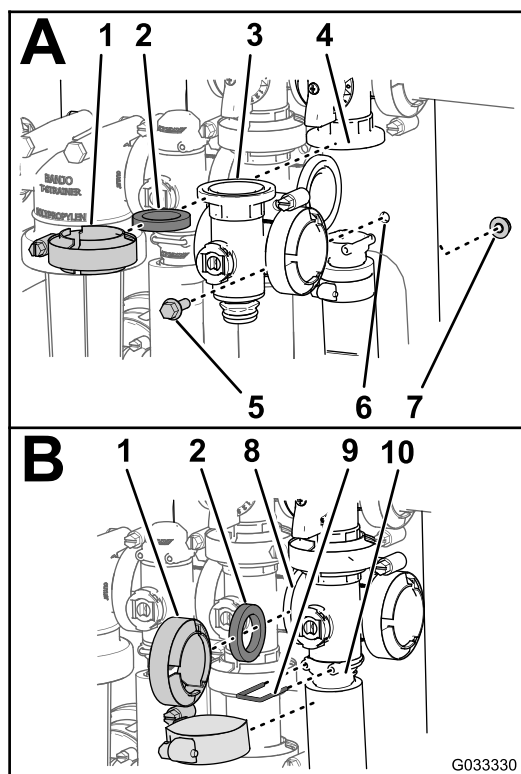

Рисунок 77
- Совместите фланец коллектора главного клапана секций, 1 прокладку и фланец главного клапана перепуска секций (Рисунок 77А).
- Смонтируйте коллектор главного клапана секций, прокладку и главный клапан перепуска секций с помощью хомута, затянув его от руки (Рисунок 77А).
- Совместите фланец коллектора главного клапана секций, прокладку и коллектор клапана перемешивания (Рисунок 77В).
- Смонтируйте коллектор главного клапана секций, прокладку и коллектор клапана перемешивания с помощью хомута, затянув его от руки (Рисунок 77В).
- Совместите фланец коллектора главного клапана секций и прокладку с корпусом главного клапана секций (Рисунок 77В).
- Смонтируйте коллектор главного клапана секций и гнездо с помощью хомута, затянув его от руки (Рисунок 77В).
- Прикрепите штуцер торцевой крышки к выпускному штуцеру, вставив держатель в выпускной штуцер (Рисунок 77В).